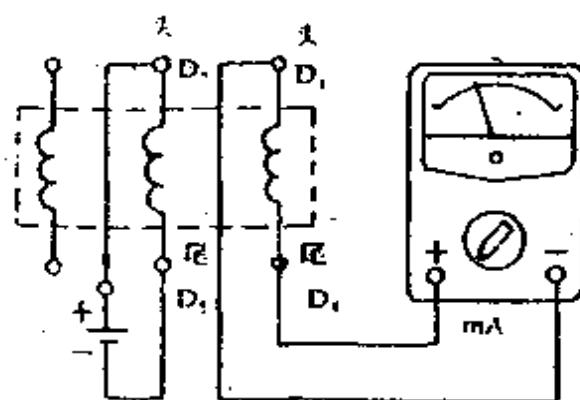

图 92
(2) 把万用表选择开关扳到测量直流电流档（也可以用直流电压档），量程用小些，这样指针偏转明显。将任意一相绕组的两个线端先标上首端 (D_1) 和末端 (D_4) 的标记，并接到万用表上，且指定首端 D_1 接表的“-”端，末端 D_4 接表的“+”端。再将另一相绕组的一个线端接电池的负极，另一个线端去碰触电池的正极，同时注意观察表针的瞬时偏转方向。如果表针正转（向右转），则与电池正极触碰的那根线端为首端（标上 D_2 ），与电池负极相接的一根线端为末端（标上 D_5 ）。如果表针瞬间反转（向左转），则该绕组的首末端与上述判断相反，如图 92 所示。